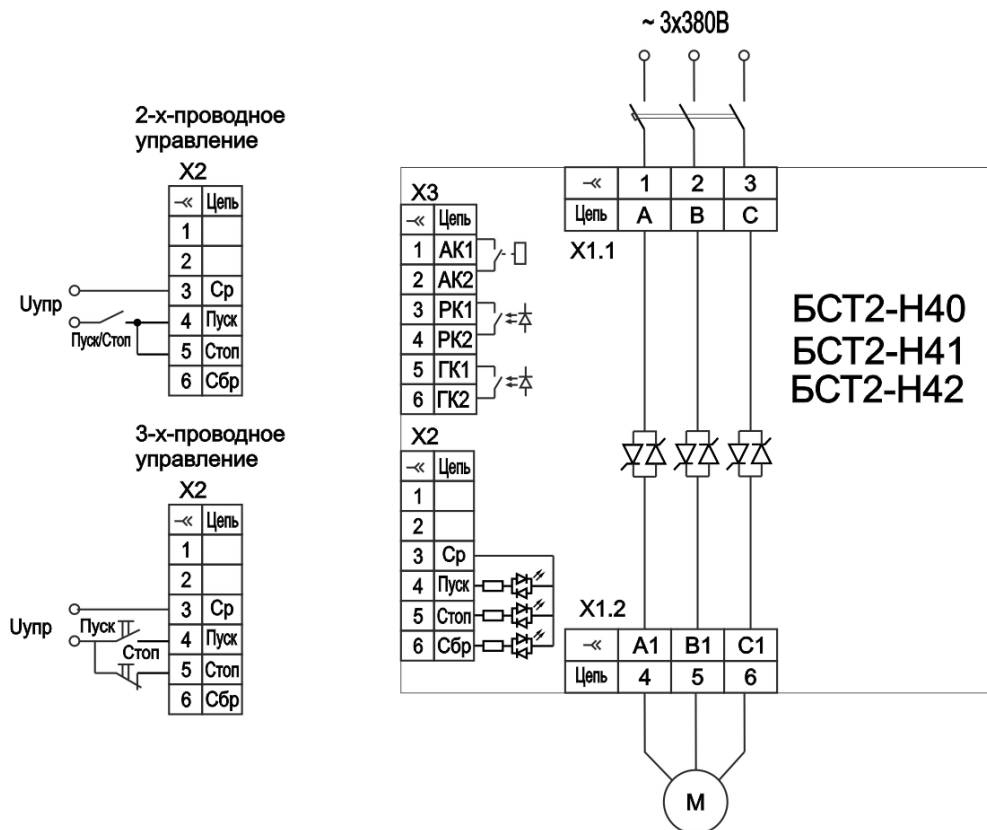

Рисунок 3 – Пример схемы подключения БСТ2-N40, БСТ2-N41, БСТ2-N42
1.6.6 Пример схемы подключения приведен на рис. 3 и 4 .